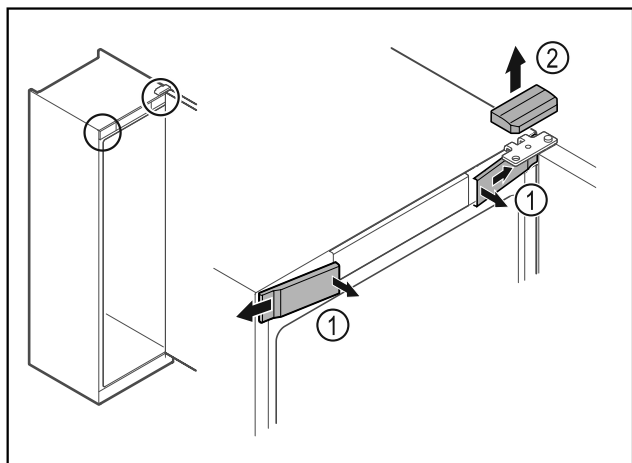

Fig. 11
- ▶ Передние крышки Fig. 11 (1) освободите от фиксации с внутренней стороны и отведите в сторону.
- ▶ Движением вверх снимите верхнюю крышку Fig. 11 (2).